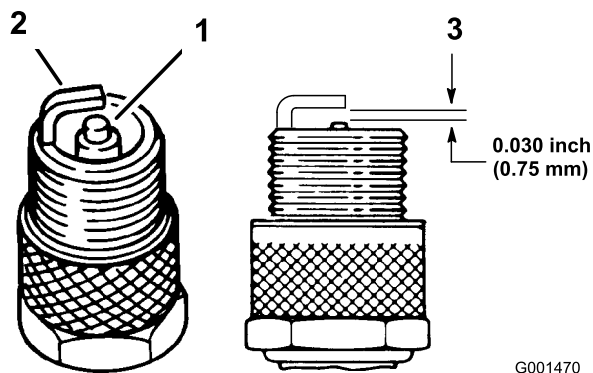

図 49
1. 中央の電極部 (図 49) を観察する。絶縁体部がうす茶色や灰色なら問題ない。黒い汚れがある場合にはエアクリーナの不良を考える。
2. プラグの電極間のエアギャップ 図 49 を点検し、
3. エアギャップが適正でない場合は側面の電極 図 49 を曲げて調整し、
3. 点火コードを接続する 図 49。